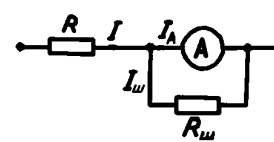

рис. 6
**14** Задовольнити подібну вимогу можна одним способом: зробити таке розгалуження кола, щоб через амперметр ішов струм  $I_a$ , який не перевищує максимально допустимий для нього. Спосіб вмикання амперметра і шунта показано на рис. 6. На ділянці з шунтом струм  $I$  розгалужується на  $I_a$  та  $I_{ш}$ , причому виконуються очевидні співвідношення  $I = I_a + I_{ш}$ ;  $U_{ш} = U_a$ . Згідно з законом Ома для ділянки кола сталого струму  $I_{ш}R_{ш} = I_a R_a$ . Розв'язуючи систему двох рівнянь  $I = I_a + I_{ш}$ ;  $I_{ш}R_{ш} = I_a R_a$ , знайдемо формулу зв'язку струму, що вимірюють, з максимально допустимим  $I = I_a(1 + R_{ш}/R_a)$ . Звідси  $R_{ш} = 0,081$  Ом, а переріз шунта становить  $0,021$  мм2.